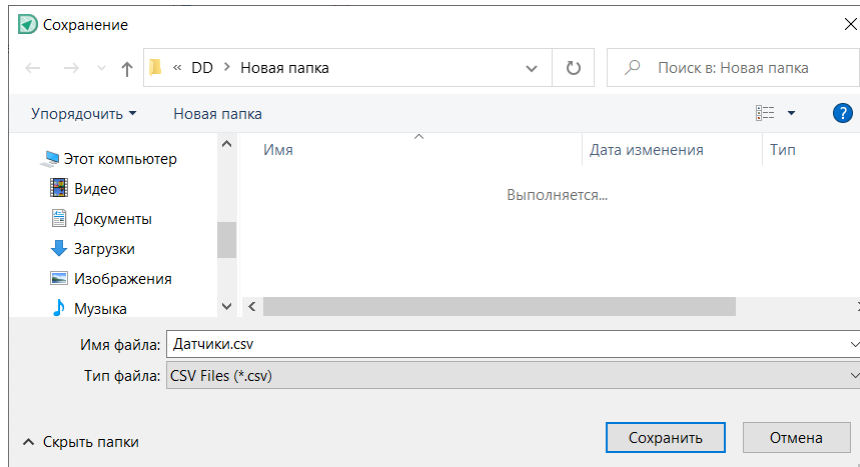

Рис. 307 Указание имени и места сохранения экспортируемого файла с данными радиодеталей
2. Указать в окне проводника место сохранения и имя файла, см. Рис. 307.